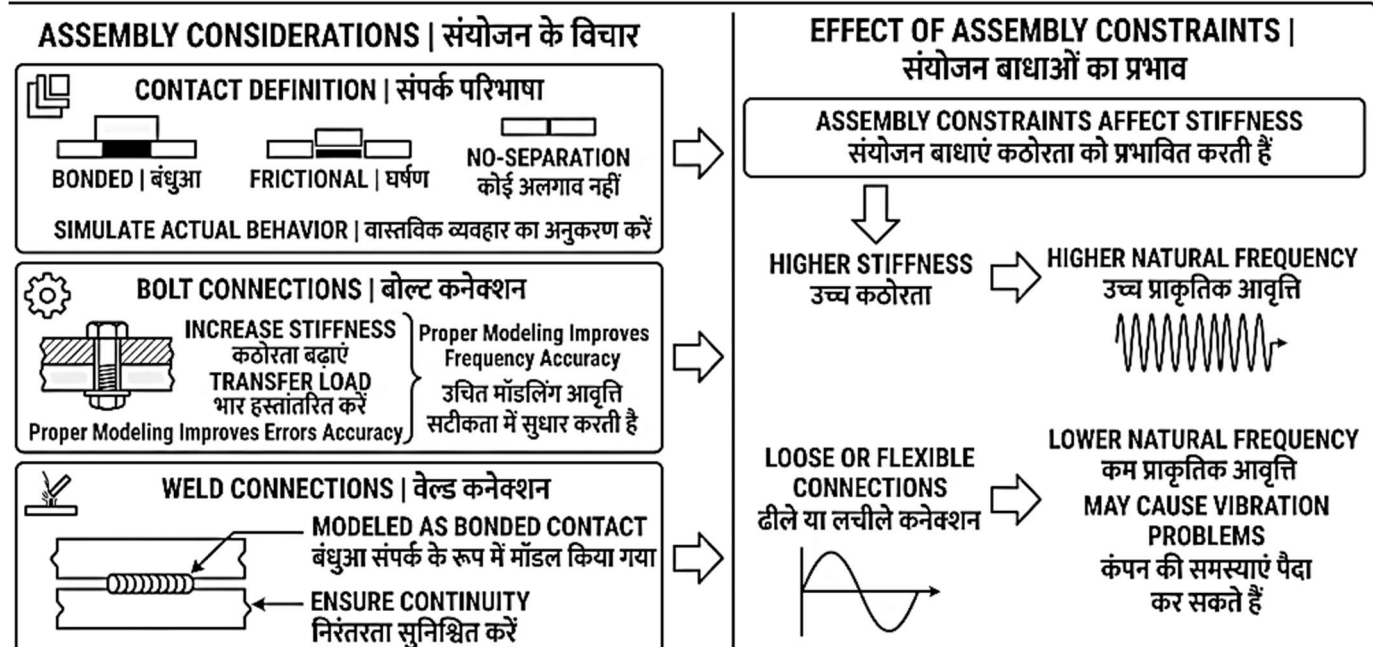

Fig. 2.12: Effect of Assembly Constraints in Modal Analysis | कंपन विश्लेषण में संयोजन बाधाओं का प्रभाव
2.12.1 Assembly Considerations (Fig. 2.12)
2.12.1 असेंबली संबंधी विचार (Fig. 2.12)